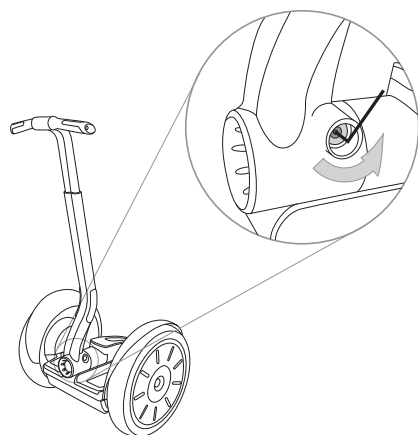

図 1. LeanSteer フレームファスナーを外す
- 5mm 六角レンチを使い、LeanSteer フレームを固定しているファスナーを外します。図 1 を参照してください。